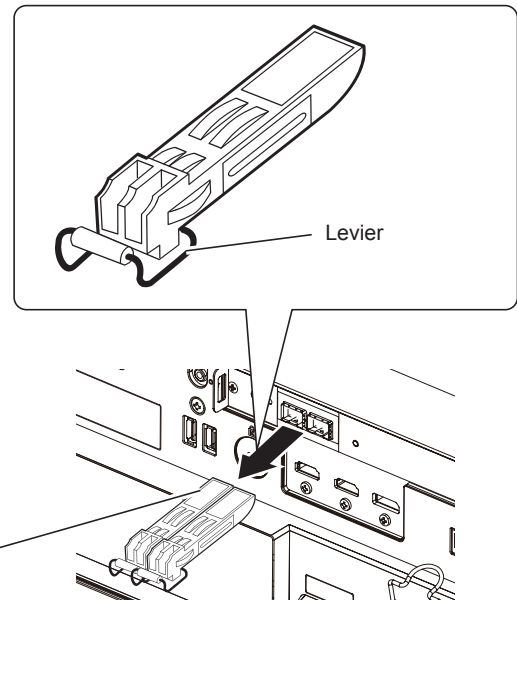

Fig. 2
3) Retirez le module SFP. (Fig. 2)